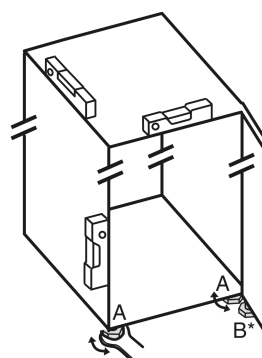

Fig. 4
- Vyskrutkujte nastaviteľné nohy Fig. 4 (A) priloženým vidlicovým kľúčom a pomocou vodováhy, kým zariadenie nebude pevne a stabilne vyrovnané.
- Vyskrutkujte nastaviteľnú nohu Fig. 4 (B) na ložiskovej konzole priloženým vidlicovým kľúčom, kým nebude dosadať na podlahu.
- Otočte nastaviteľnú nohu Fig. 4 (B) ďalej o 90°.